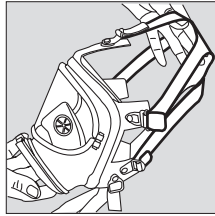

Fig. 2
- Étirez (ouvrez) les sangles de l'araignée (Fig. 2).